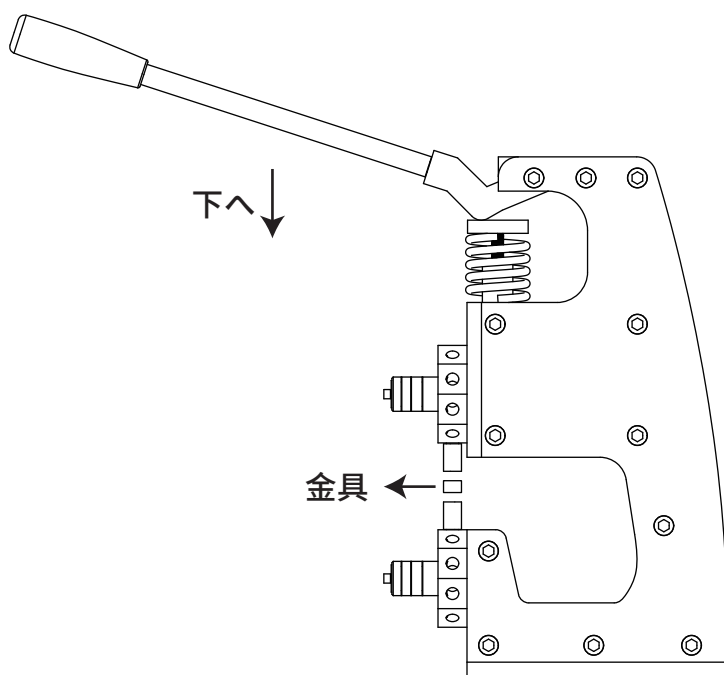

図6
- 7、図6のように、金具を上型(オス)と下型(メス)の間にセットし、加圧ハンドル(E)を下方へ押し下げて圧着し、打ち込みを行います。